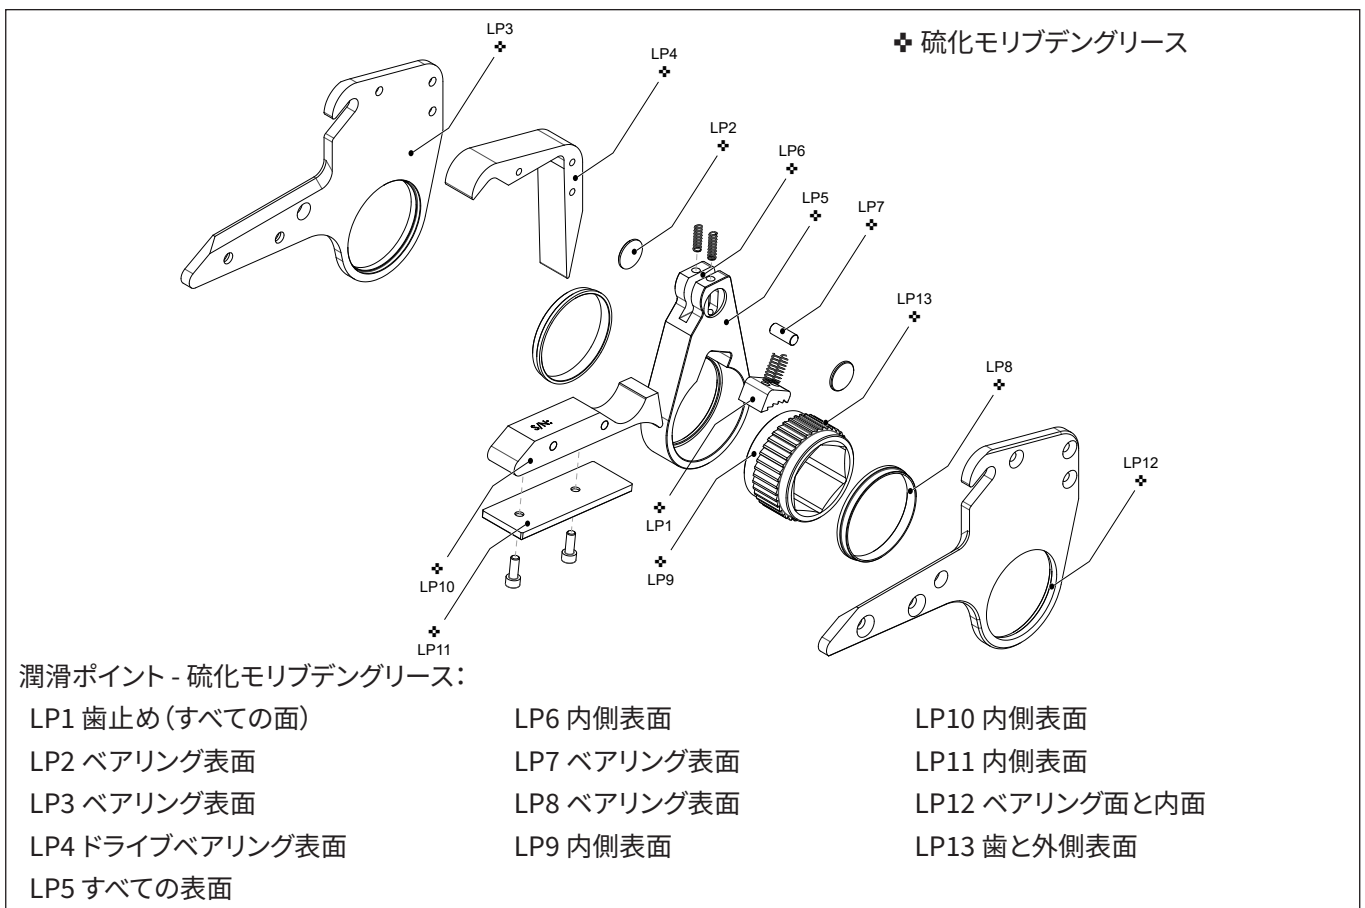

図21: HMT HLPカセットの潤滑箇所
**注記** ラチェット、ドライブプレート、歯止め、歯止めばね、四角ドライブ、アクセスプラグ、圧縮ばねが、分解の逆の順序で正しく取り付けられていることを確認します。これらの部品が正しく取り付けられていないと、構成部品の損傷に繋がります。図21と図22を参照してください。